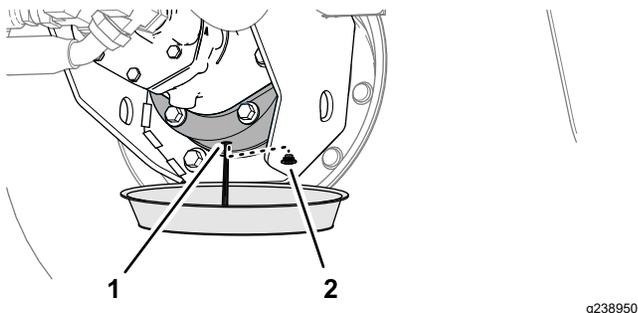

Figura 90
6. Coloque un recipiente debajo del alojamiento del freno, retire el tapón de vaciado y deje que se drene por completo el lubricante (Figura 90).